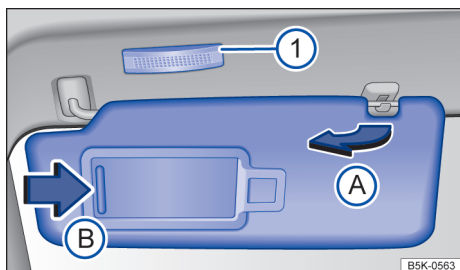

Fig. 99 No revestimento interno da parte dianteira do teto: para-sol.
- Podem ser extraídos do suporte e girados até as portas → Fig. 99 (A).
No para-sol rebatido para baixo há um espelho de cortesia atrás de uma cobertura. Ao deslocar a cobertura → Fig. 99 (B), é acesa a luz → Fig. 99 (1).